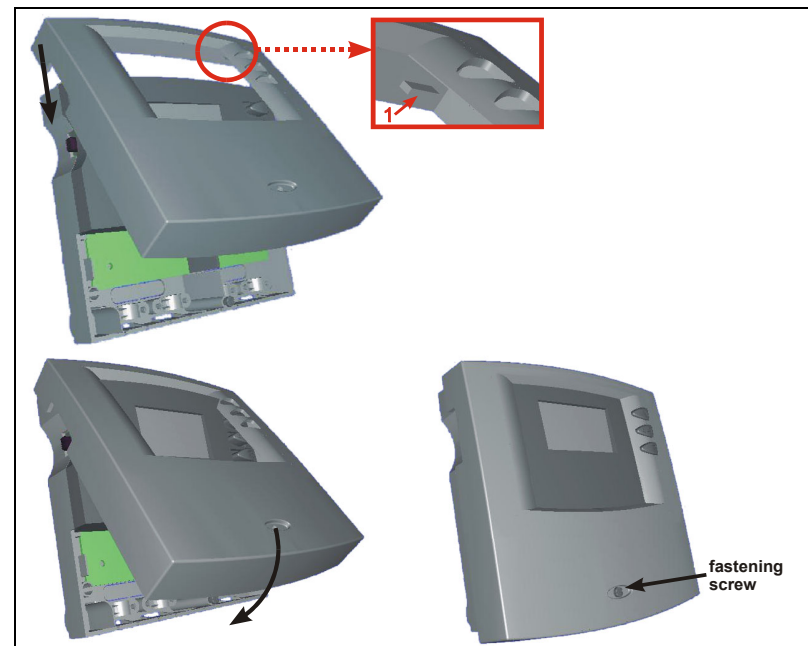

Fig. 5: Chiusura del contenitore della centralina
Il coperchio superiore è assicurato da due barrette di tenuta (fig 5, pos. 1) nel bordo superiore ed una vite nella scatola. Chiudere la centralina mettendo il coperchio in posizione inclinata come mostrato nella figura 5. Chiudere il coperchio, assicurandosi che le barrette di fissaggio siano infilate negli appositi alloggiamenti. Usare una vite di fissaggio per chiudere definitivamente la scatola.